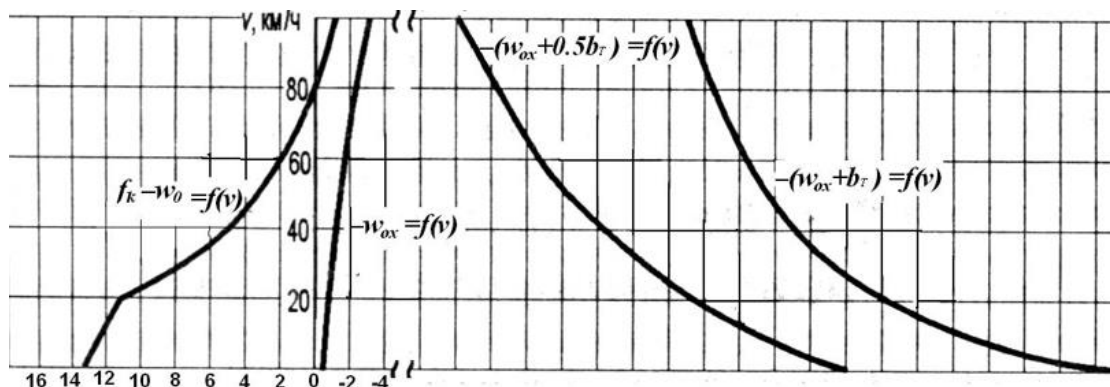

Рис. 3
3. Какой режим движения надо применить для поддержания постоянной скорости  $40 \text{ км/час}$  на уклоне  $i = 2 \text{ ‰}$  (рис. 3)?